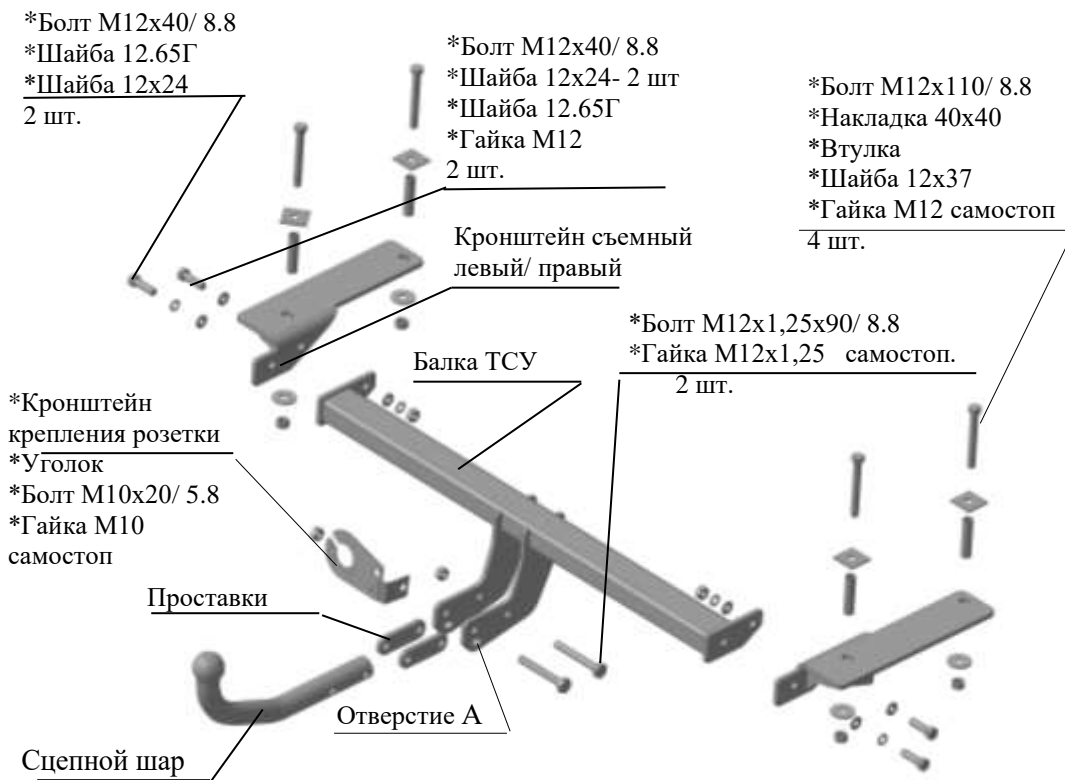

Рис.1 Тягово-сцепное устройство ТСУ 8213.
2.1 ТСУ 8213 в сборе (рис.1)	1 шт.
2.2 Пакет с комплектующими (см. рис.1)+защитный колпак	1+1 шт.
4.2 Рассверлить штатное заднее отверстие в левом лонжероне до 13 мм, используя боковой левый съемный кронштейн как кондуктор, со стороны багажного отделения рассверлить соответствующие отверстие до 17 мм. Со стороны багажного отделения вставить втулку в лонжерон, закрепить соответственно рис.1, не затягивая крепеж. Рассверлить переднее отверстие до 13 мм, вставить втулку снизу со стороны лонжерона и закрепить соответственно рис.1. Крепеж не затягивать.
4.4 Установить балку ТСУ к боковым съемным кронштейнам используя крепеж соответственно рис.1